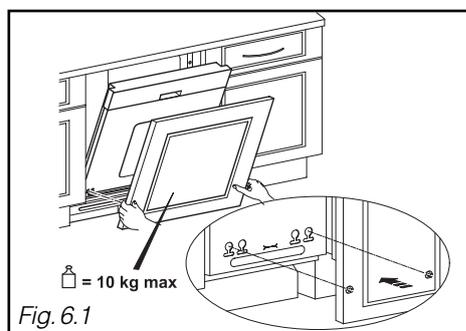

Fig. 6.1
- Posicionar o painel da porta introduzindo os 2 parafusos nos orifícios da porta da máquina de lavar louça (Fig. 6.1)
- Posicionar o seu painel da porta introduzindo os 2 parafusos nos orifícios da porta da máquina de lavar louça (fig. 6.1 bis)
Fig. 6.1 bis
- Retomar a cota **B** da Fig. 6.1, medir a folga **J** entre o solo e a parte inferior da máquina de lavar louça. Calcular **B - J**